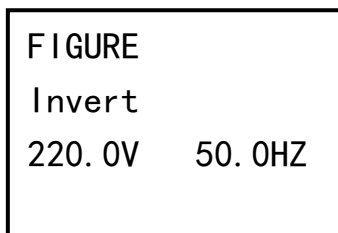

Рисунок 10
- параметры инвертора (см. рисунок 10);